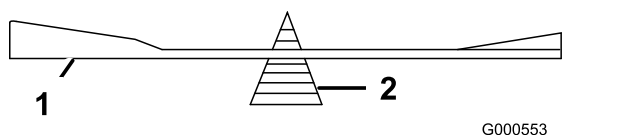

Figura 65
2. Verifique o equilíbrio da lâmina colocando-a num equilibrador de lâminas (Figura 65).